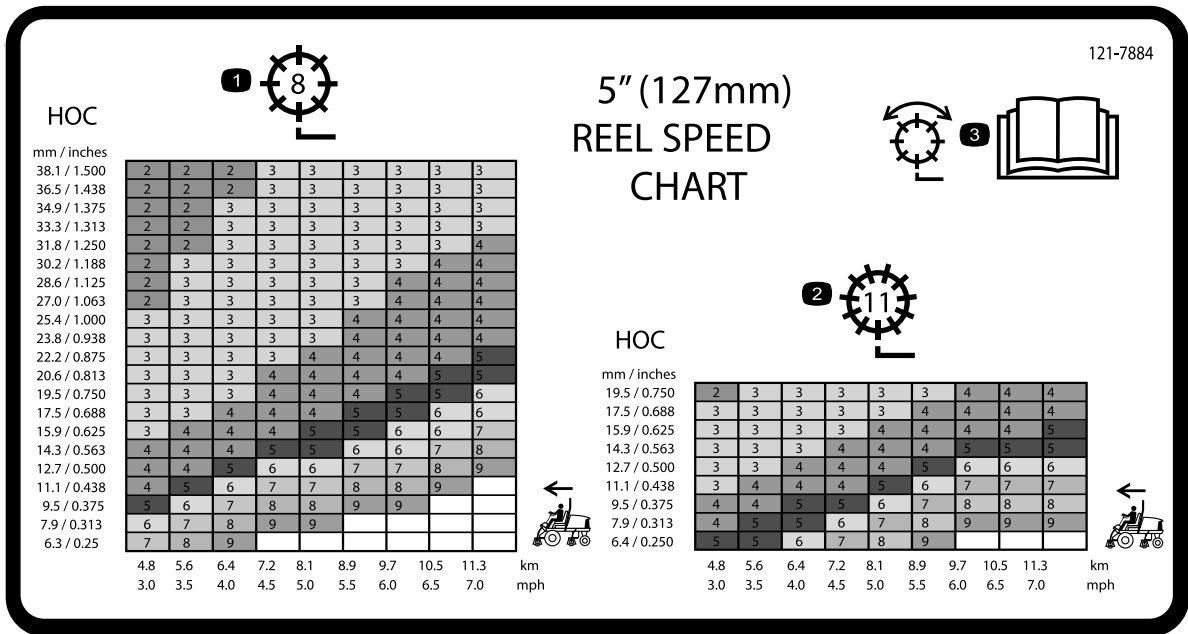
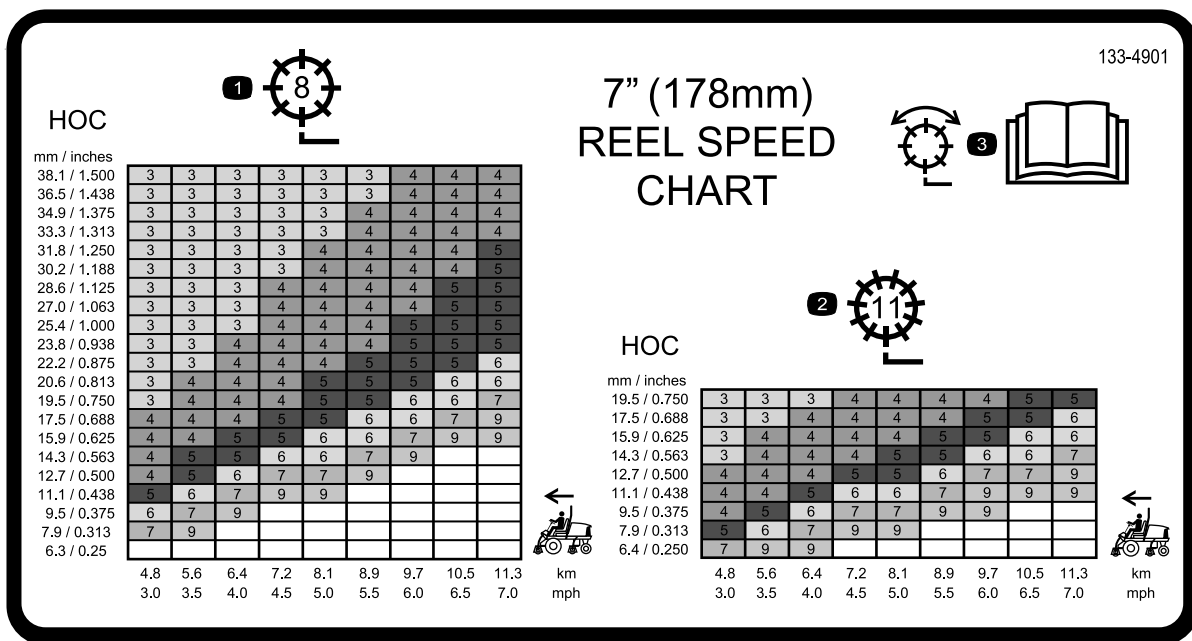

Figura 30
Figura 31
3. Consulte el gráfico de la pegatina que contiene la tabla de velocidades de los molinetes (Figura 30 y Figura 31) para determinar el ajuste correcto de los molinetes.